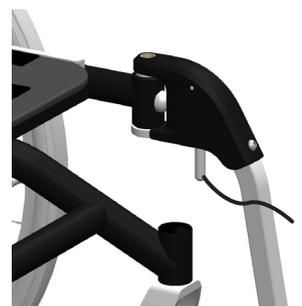

Abb. 30. Montierte Beinstütze mit festem Winkel
- Lassen Sie den Hebel (1) los und drehen Sie die Beinstütze so, dass sie gerade nach vorn zeigt. Achten Sie darauf, dass der Sperrbolzen einrastet und das Kniegelenk verriegelt (Abb. 30).